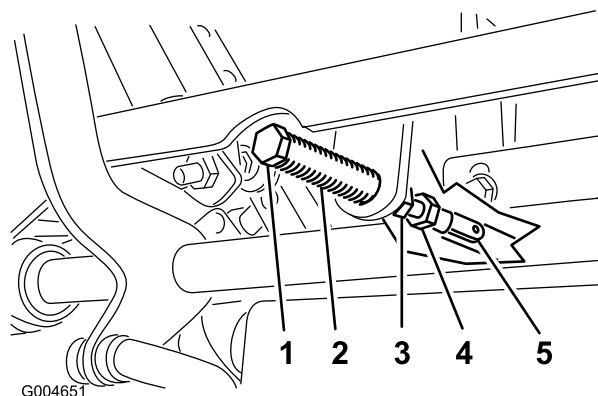

Figure 51
5. Tirez-le ensuite en arrière jusqu'à ce que l'axe de chape (situé sur un bras au-dessus de l'axe de pivot) touche l'extrémité de l'encoche (c.-à-d. commence juste à appuyer sur le ressort), comme montré à la Figure 51.
7. Si un réglage s'impose, desserrez l'écrou et l'écrou de blocage vissés contre la chape (Figure 51).
8. Appliquez une légère pression à l'arrière du levier, et tournez la tête du boulon de réglage dans le sens voulu pour centrer le levier à la position de VERROUILLAGE AU POINT MORT (Figure 51).
9. Serrez l'écrou et l'écrou de blocage (Figure 51).
- Serrez les écrous de blocage contre les rotules (Figure 51).